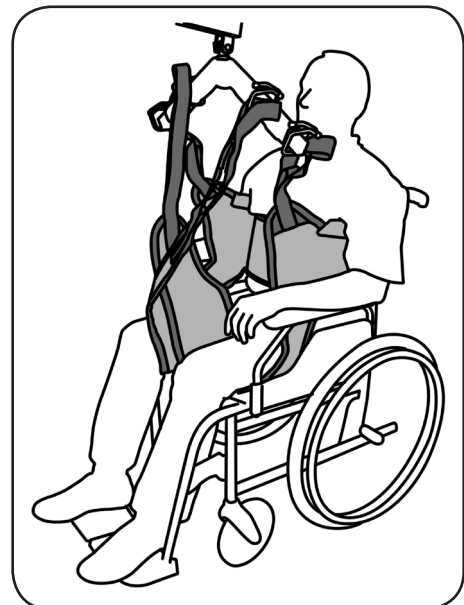

Abb. 8.3.03 – Anheben des Patienten
12. Heben Sie den Patienten mit dem aks-Patientenlifter an (Abb. 8.3.03). Beobachten Sie dabei den Patienten und die Straffung des Liftergurtes. Korrigieren Sie gegebenenfalls den Sitz des Liftergurtes durch erneutes Ablassen des Patienten und Verschieben der ungünstig sitzenden Teile des Liftergurtes. Beobachten Sie während des gesamten Hebevorganges ständig den Patienten und den Sitz des Liftergurtes. Heben Sie den Patienten nur so hoch wie nötig.